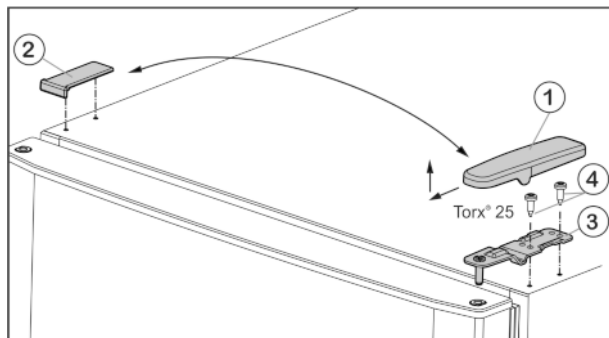

Fig. 5
- ▶ Skinite pokrov Fig. 5 (1) prema naprijed i gore.
- ▶ Podignite pokrov Fig. 5 (2).
- ▶ Odvijte gornji podložak ležaja Fig. 5 (3) (2 puta Torx® 25) Fig. 5 (4) i izvucite ga prema gore.
- ▶ Umetnite gornji podložak ležaja *Fig. 5 (3)* na novu stranu šarke u vrata.
- ▶ Čvrsto pritegnite gornji podložak ležaja (**s 4 Nm**) (2 x Torx® 25) *Fig. 5 (4)*. Po potrebi upotrijebite odvijač na baterije.
- ▶ Pokrov *Fig. 5 (1)* postavite izvana na suprotnoj strani tako da se fiksira.
- ▶ Pokrov *Fig. 5 (2)* postavite odozgo na suprotnoj strani tako da se fiksira.